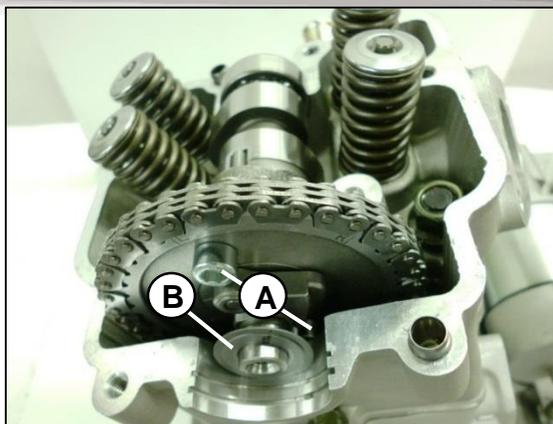

Fig. 19
Remueva la arandela (B) que ajusta la pesa del contrabalanceo, verifique su correcta posición, guíese por la imagen. **Fig. 19**